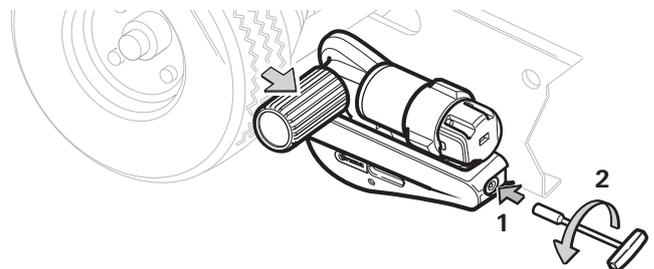

Bild 8
- Den 8 mm Steckschlüssel (Bild 8 - 1) in die Öffnung stecken und gegen den Uhrzeigersinn drehen (Bild 8 - 2) bis der Mover komplett bis zum Anschlag abgeschwenkt ist.